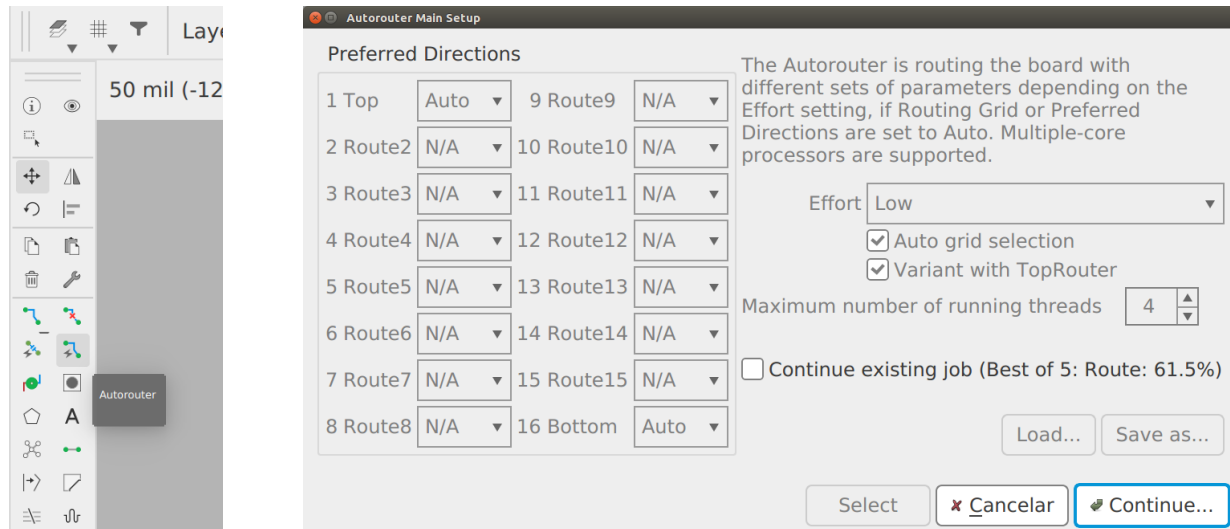

Figura 16: Opciones de la herramienta **Autorouter**.
33. En la **ventana Board**, dé clic izquierdo sobre la herramienta **Autorouter** lo que desplegará la ventana de la figura 16. En ella seleccione: